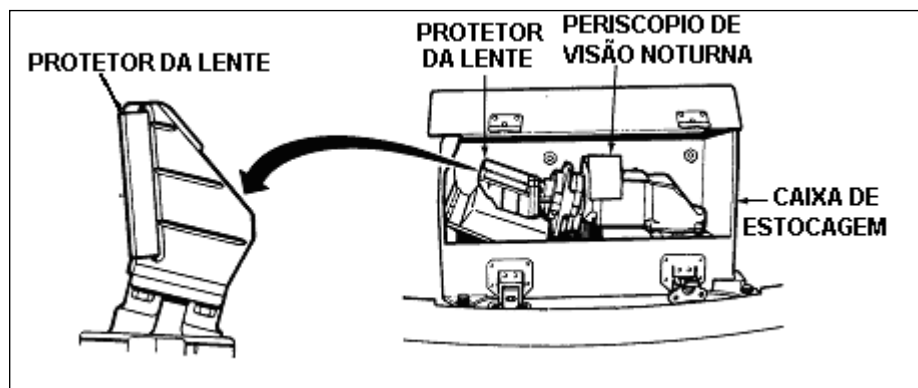

Fig 3-20. Caixa de estocagem
(13) Pressionar a trava da alavanca para permitir que a alavanca rodar para baixo e para fora. Empurrar a alavanca para cima até a alavanca trancar. Antes de soltar o aparelho, certificar-se que o mesmo está firmemente assentado no local.
(14) Remover o protetor do visor do periscópio. Guardar o protetor na caixa de estocagem do aparelho (Fig 3-20).